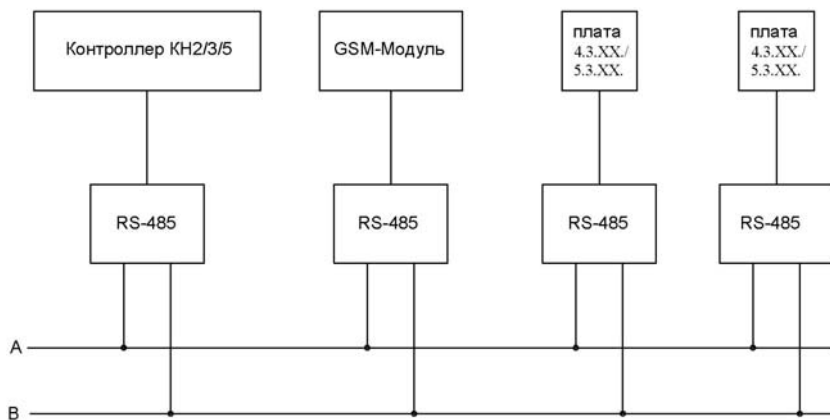

Рис. 4
- 11.1. В большинстве случаев, если приборы находятся на небольшом удалении друг от друга, адаптеры достаточно соединить двухпроводной линией (А и В) согласно схеме, Рис. 4. Выходы устройств соединяются согласно маркировке: «А» подключаются к одному проводу, а инверсные «В», ко второму проводу. Подключить между собой соответственно А+ с А+ и В- с В-.